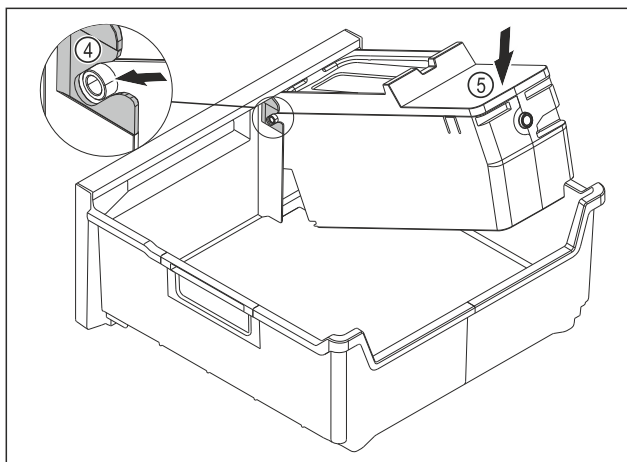

Fig. 135
- ▶ Montáž korpusu EasyTwist-Ice: Osy korpusu EasyTwist-Ice zasuňte do vedení Fig. 135 (4).
- ▶ Stlačte korpus EasyTwist-Ice Fig. 135 (5) vzadu dolů.